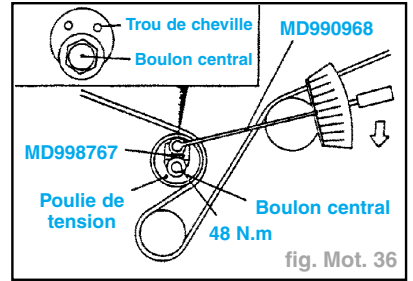

fig. Mot. 36
- Desserrer ensuite le boulon central de la poulie de tension et à l'aide de l'outil spécial et d'une clé dynamométrique, tendre la courroie de distribution comme indiqué ci-contre et serrer le boulon central (fig. Mot. 36).